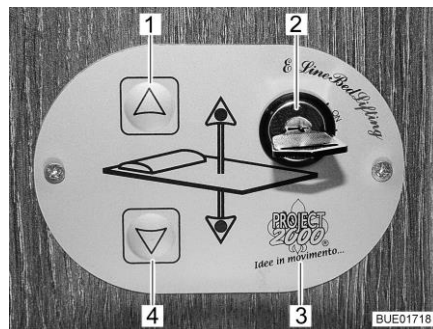

Bild 96 Bedienteil
Mit den Tasten (Bild 96,1 und 4) auf dem Bedienteil (Bild 96,3) wird das Hubbett abgesenkt oder angehoben. Mit dem Schlüsselschalter (Bild 96,2) wird das Bedienteil gegen unbefugte Benutzung gesichert.
- Schlüssel im Schlüsselschalter (Bild 96,2) um 90° im Uhrzeigersinn auf Stellung "On" drehen. Das Bedienteil (Bild 96,3) ist aktiviert.
- Pfeiltaste (Bild 96,4) drücken und so lange gedrückt halten, bis das Hubbett in die gewünschte Position nach unten gefahren ist.
- Pfeiltaste (Bild 96,1) drücken und so lange gedrückt halten, bis das Hubbett in die Endstellung nach oben gefahren ist.
Wenn sich das Hubbett mit den Pfeiltasten (Bild 96,1 und 4) nicht mehr bewegen lässt, zuerst die Sicherungen prüfen (siehe Abschnitt 9.10.1). Wenn die Sicherungen in Ordnung sind und sich das Hubbett trotzdem nicht bewegen lässt, kann das Hubbett manuell im Notbetrieb bedient werden.